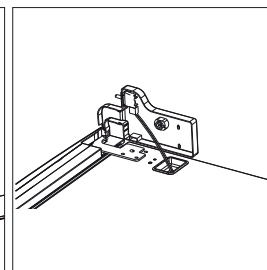

Fig. 16
- ▶ Branchez ensuite la fiche du câble dans la prise sur le cache-charnière (27) fourni (fig. 16).